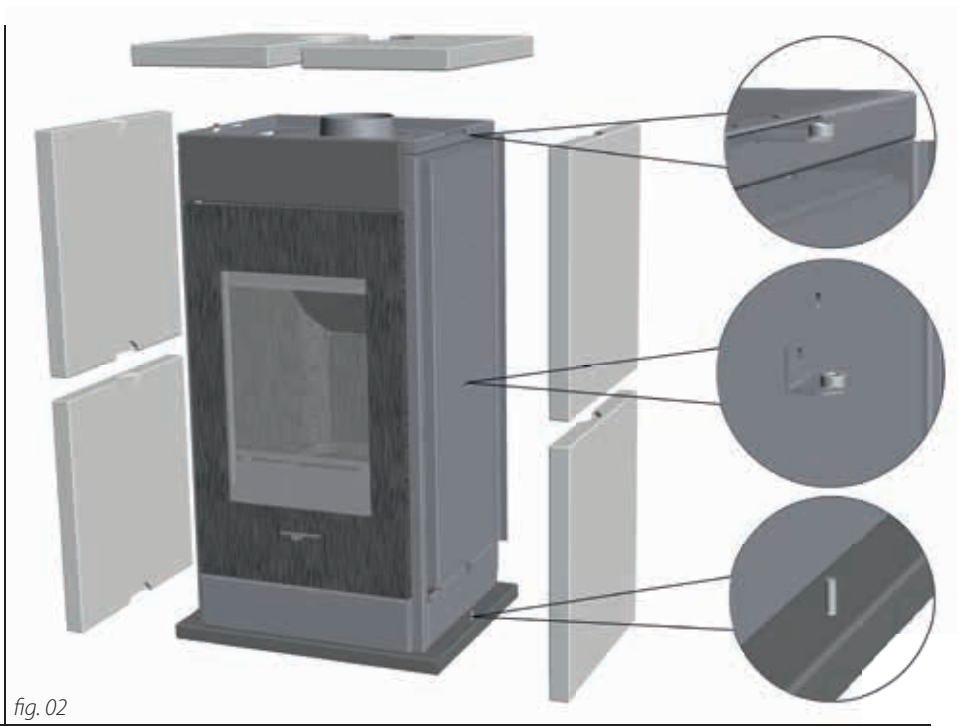

fig. 02
3. Bringen Sie die unteren Seitensteine in ihre Position. Ein Stift auf der Bodenplatte des Ofens sorgt dafür, dass die Steinplatten an ihrer Stelle bleiben (s. Abb. 02).